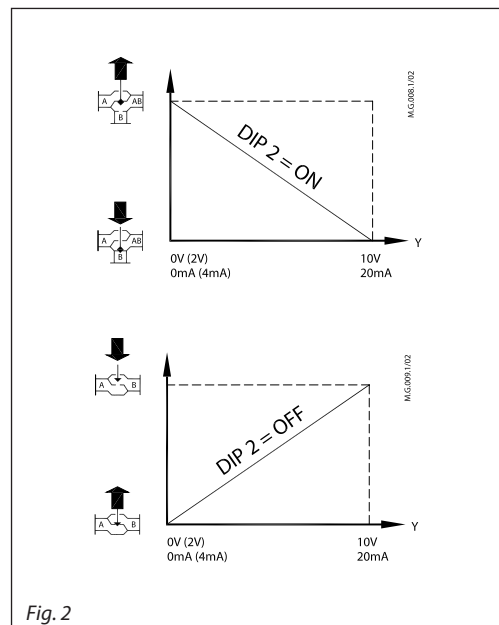

Fig. 2
**DIP2 : DIR/INV, sélecteur d'action directe ou inverse (Fig. 2) :**